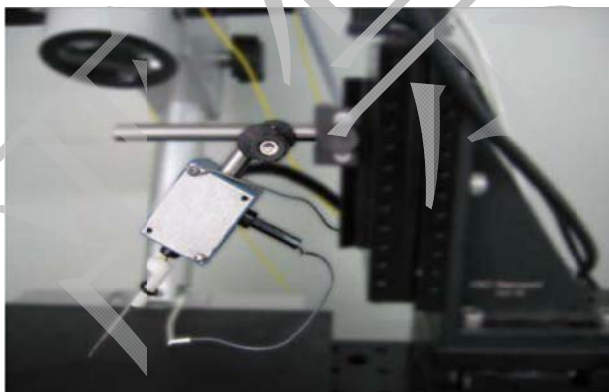

图 2.17 微电极与前置放大器的连接
- (2) 佩戴好防静电手腕，将安装好的微电极与前置放大器相连接（图 2.17）。